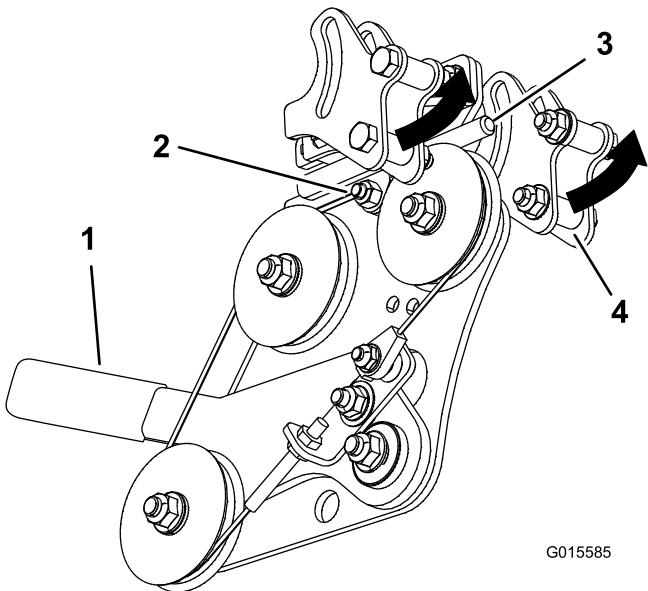

図 21
- ロックしたり噛み込んだりする場合には、スライド調整ナットをゆるめて調整する（図 21）。
- 速度コントロールレバーを低速にセットし、次に後退へ、さらに高速へ切り替える工程を2回くりかえして行い、スライドバーが動かないことを確認する（図 21）。
- 下側のスペーサ（両方）を手前に寄せ、スライド調整ナットを締めこむ（図 21）。